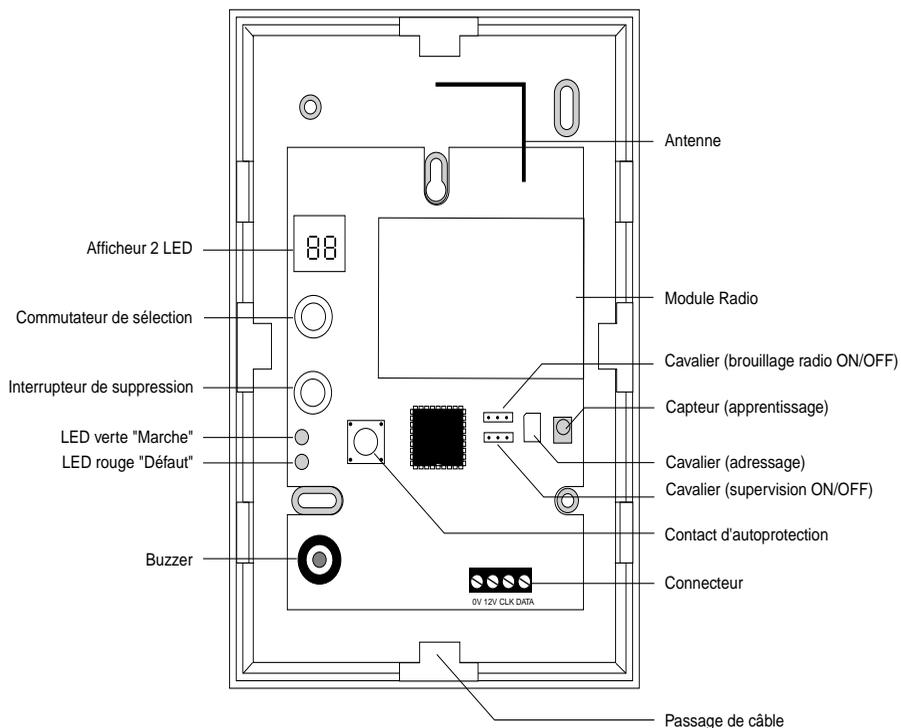
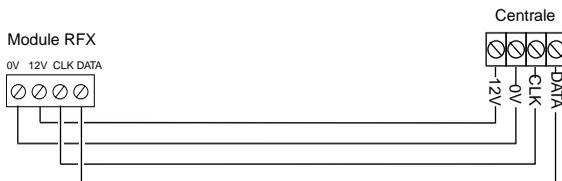

Figure 2. Vue interne du module RFX.
Figure 3. Raccordements du RFX
La Figure 2 ci-dessous illustre l'intérieur du module RFX.
3. La partie supérieure de l'embase présente un trou oblong central (se reporter à la Figure 2). Marquer l'emplacement et percer un trou. Fixer temporairement l'embase sur le mur. Marquer la position de deux autres trous de fixation, retirer l'embase et finir de percer les trous.
La Figure 3 illustre les connexions entre le RFX et la centrale. Note : utiliser le passage de câble situé dans la partie inférieure du boîtier. N'acheminer aucun câble par le haut du boîtier. Dans le cas contraire, des interférences avec l'antenne risquent d'être générées.
Afin que le RFX puisse procéder à l'apprentissage des émetteurs, il est nécessaire de le raccorder à une source 12 Vdc. Tirer cette alimentation de la centrale, en effectuant les raccordements illustrés à la Figure 3. Il est possible d'alimenter le RFX temporairement en raccordant une batterie 12 V aux connecteurs 12V et 0V représentés à la Figure 2. Une fois l'apprentissage achevé, le RFX conserve toutes ces informations lorsque l'alimentation est coupée.
2. S'assurer que la LED rouge d'activité de l'émetteur est dirigée vers le capteur d'apprentissage du RFX (se reporter à la Figure 2) et pas à plus de 100 mm de celui-ci.
3. S'assurer que la LED d'activité de l'émetteur pointe vers le capteur d'apprentissage du RFX (se reporter à la Figure 2) et pas à plus de 100 mm de celui-ci.
Les deux LED verte (Marche) et rouge (Défaut) doivent être éteintes (se reporter à la Figure 2).